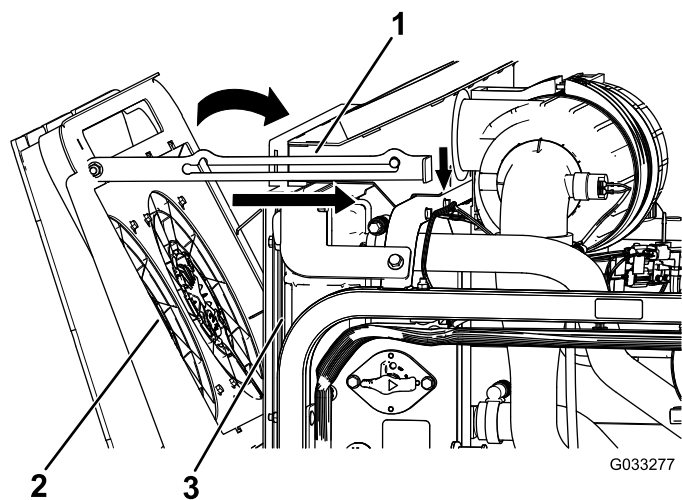

Figura 108
4. Rode as ventoinhas de refrigeração do motor para a frente e fixe a barra de apoio no entalhe (Figura 108).